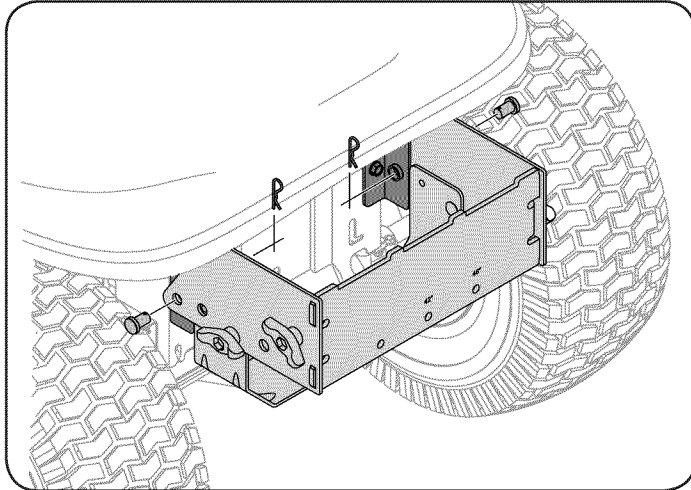

Figure 32
1. Coloque los extremos en forma de gancho de la asamblea embolsadora de montaje sobre los tornillos de ajuste de los soportes de montaje previamente instalados en el tractor en Figure 32.